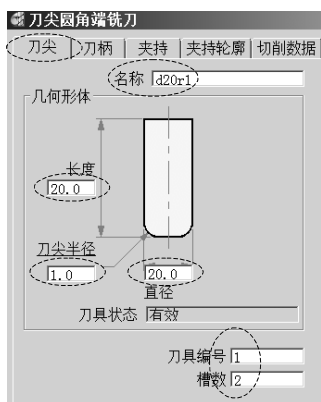
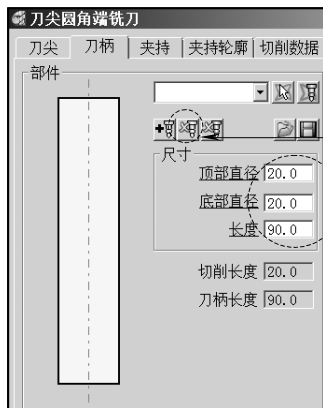

图 5-4 设置刀尖部分参数
图 5-5 设置刀柄部分参数
(2) 创建粗加工刀具 在 PowerMILL 资源管理器中，右击“刀具”树枝，在弹出的快捷菜单条中，执行“产生刀具”→“刀尖圆角端铣刀”，打开“刀尖圆角端铣刀”表格。按图 5-4 所示设置刀尖（切削刃）部分的参数。单击“刀尖圆角端铣刀”表格中的“刀柄”选项卡，切换到“刀柄”表格，按图 5-5 所示设置刀柄（刀具体）部分参数。